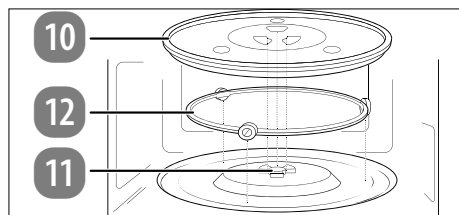

Abb. 6 – Drehteller einsetzen
- ▶ Nehmen Sie die Mikrowelle nicht ohne ordnungsgemäß eingesetzten Glas-Drehteller (10) in Betrieb.
- ▶ Überprüfen Sie, dass die Antriebswelle (11) korrekt in der Aussparung im Garraumboden steckt und mit ihren Flügeln plan auf dem Boden aufliegt. Drehen Sie ggf. die Antriebswelle (11), bis sie in ihre korrekte Position herabsinkt.
- ▶ Setzen Sie den Rollenring (12) in die Vertiefung im Garraum und legen Sie dann den Glas-Drehteller (10) mittig auf die Antriebswelle (11) (**siehe Abb. 6**), so dass die Stege des Glas-Drehtellers (10) zwischen den Flügeln der Antriebswelle liegen.